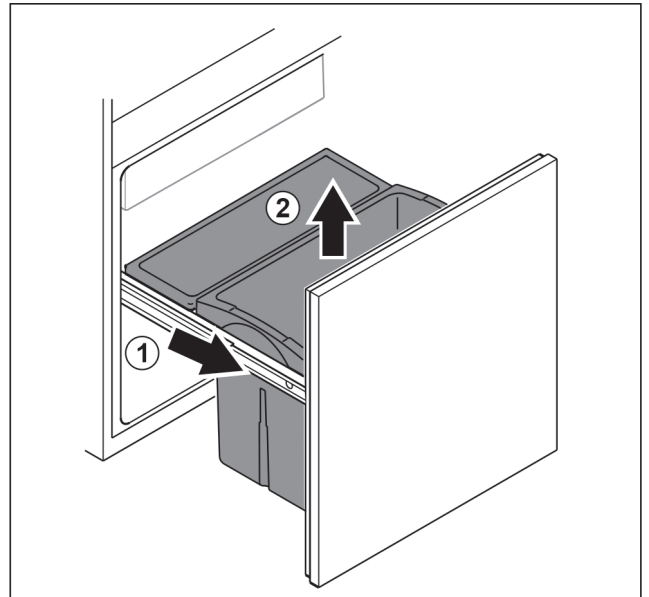

Fig. 87
- ▶ Estrarre il carrello estraibile fino all'arresto. Fig. 87 (1)
- ▶ Rimuovere il cassetto estraendolo verso l'alto. Fig. 87 (2)